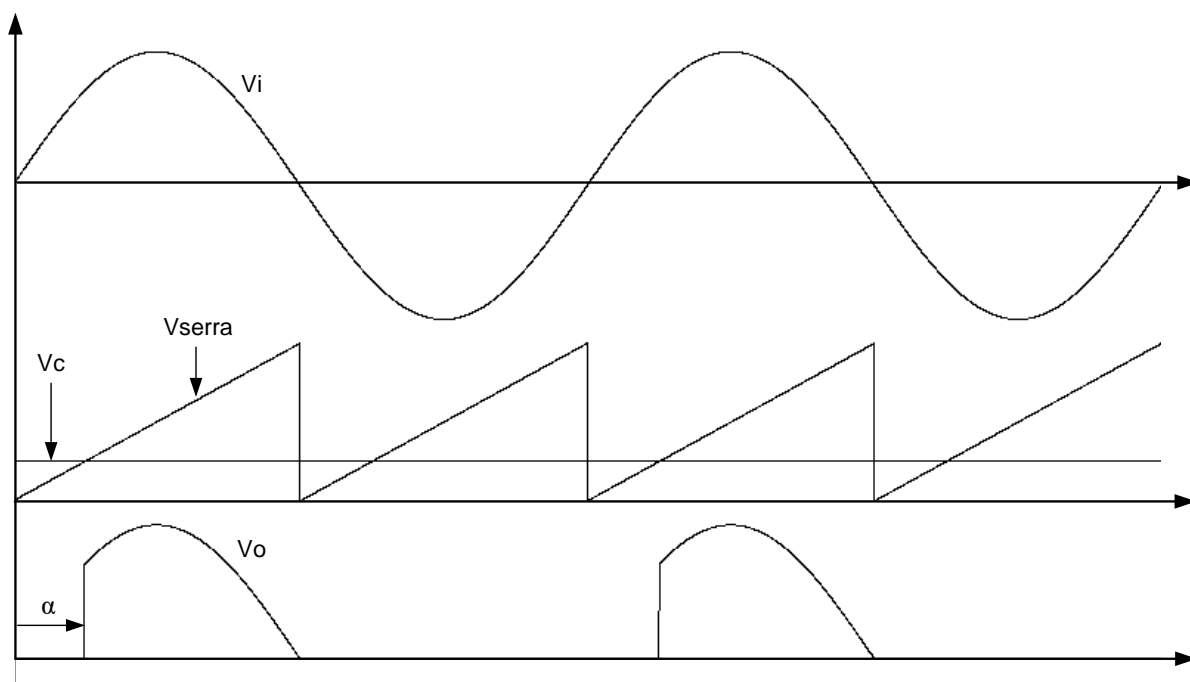
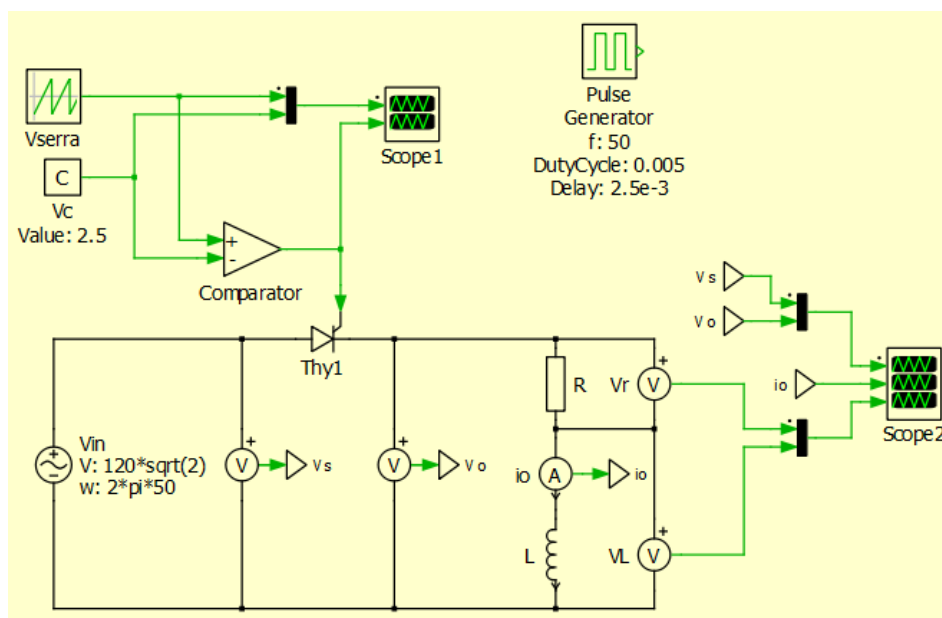

Figura 1 – Controlo de fase
Figura 2 – Circuito de controlo de fase num retificador monofásico de meia onda
Neste trabalho pretende-se explorar os conceitos associados a um sistema de controlo de fase e o respetivo modo de comando de um tiristor. No contexto das montagens retificadoras controladas, o controlo de fase baseia-se na comparação de uma tensão de controlo (V_c) com uma onda em dente de serra (V_{serra}) sincronizada com a tensão da rede, tal como ilustrado na Figura 1.
Note-se (Figura 1) que o ângulo de disparo está sincronizado com a arcada positiva da tensão de alimentação do circuito, que é a **tensão de sincronismo**. Em montagens com vários tiristores, o ângulo de disparo de alguns tiristores poderá estar sincronizado com a arcada negativa de uma dada tensão de sincronismo (montagens com um número par de fases) ou com diferentes tensões de sincronismo (montagens com um número ímpar de fases).
- 1) Implemente o circuito de potência e de controlo do retificador como ilustrado na Figura 2. Neste circuito está implementada a lógica de controlo explicada anteriormente (Figura 1). Considere uma resistência de condução do tiristor $R_{on} = 1m\Omega$.